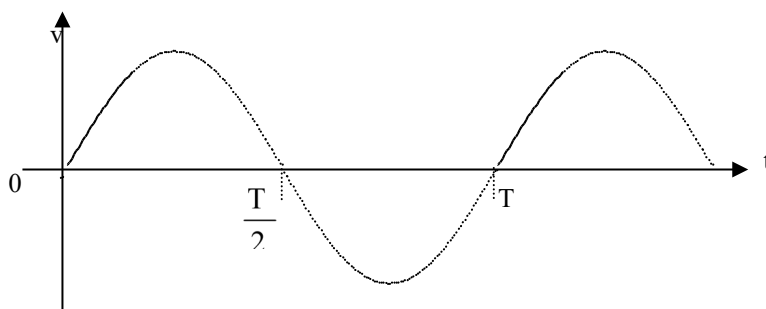

Figure4
3.4 Sachant que v est représentée sur le graphe de la figure 4, tracer $v'(t)$.